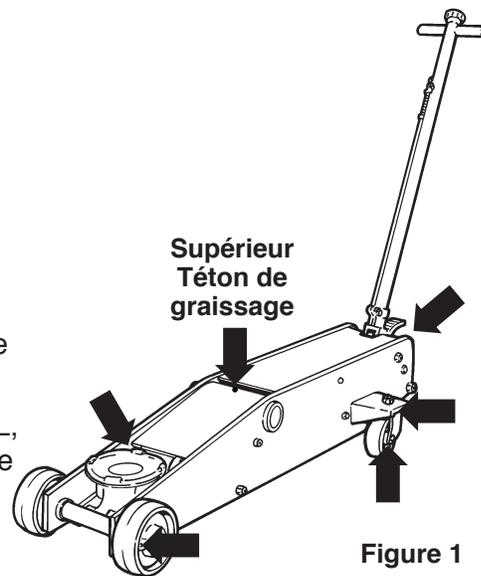

Figure 1
Reportez-vous à la Figure 1.
1. **Au moins une fois par mois**, graissez les pièces mobiles du cric (comme indiqué par les flèches de la Figure 1).